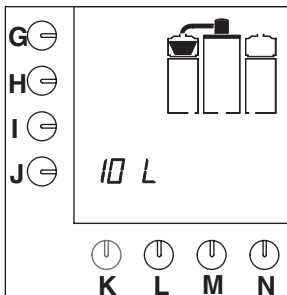

Abb. 9 Nachtropfzeit
- Sobald der Kaffeebehälter gefüllt ist, blinkt die Filterpfanne im Display, für die Nachtropfzeit (Abb.9).
- Die Kontrolleuchte im Schalter brennt jetzt. Die Standardwahlmöglichkeiten erscheinen auf dem Display (Abb.9).